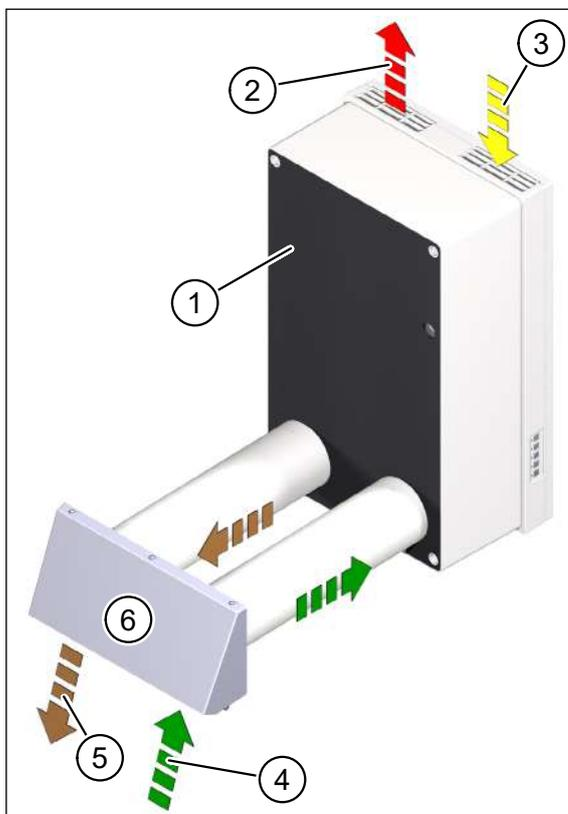
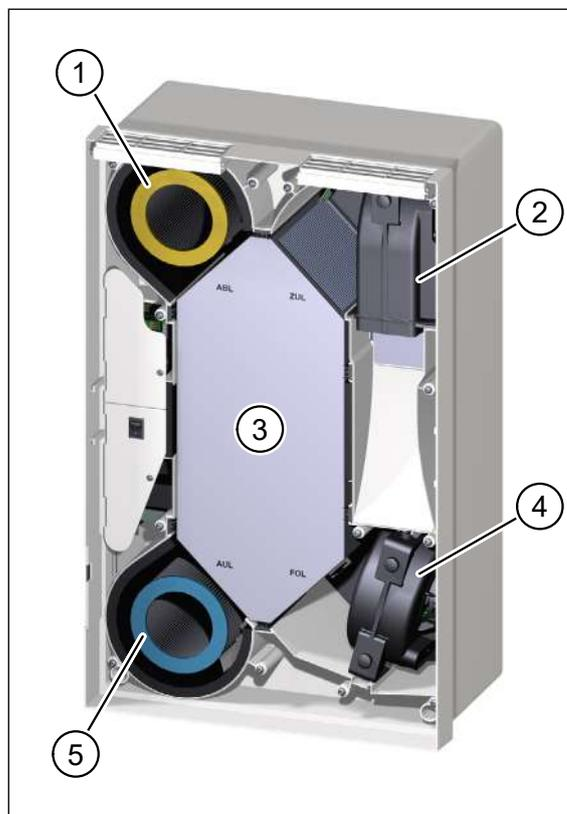

Fig. 9: Principio di funzionamento dell'apparecchio
Fig. 10: Componenti per il ricambio d'aria
Pos. nella Fig. 9	Designazione
Pos. nella Fig. 10	Designazione
L'apparecchio di ventilazione è caratterizzato da una modalità di funzionamento continua, dal convogliamento contemporaneo di aria esterna ed aria estratta e dal passaggio e dal filtraggio separati di aria esterna ed aria estratta. I ventilatori autoregolanti (flusso di volume costante) sono disposti sul lato dell'aria inserita e dell'aria espulsa. Il ventilatore dell'aria inserita (pos. 2 nella Fig. 10) trasporta l'aria esterna (pos. 4 nella Fig. 9) attraverso il filtro dell'aria esterna (pos. 5 nella Fig. 10) e lo scambiatore di calore a piastre a controcorrente incrociata (pos. 3 nella Fig. 10) nel vano interno come aria inserita (pos. 2 nella Fig. 9). Il ventilatore dell'aria espulsa (pos. 4 nella Fig. 10) aspira l'aria estratta (pos. 3 nella Fig. 9) dal vano interno. Nel filtro dell'aria estratta (pos. 1 nella Fig. 10) l'aria estratta viene pulita, fatta passare attraverso lo scambiatore di calore a piastre a controcorrente incrociata e fatta defluire all'esterno come aria espulsa (pos. 5 nella Fig. 9). Il ventilatore dell'aria inserita e quello dell'aria espulsa trasportano ognuno lo stesso volume d'aria. La pressione del vano interno rimane praticamente costante.